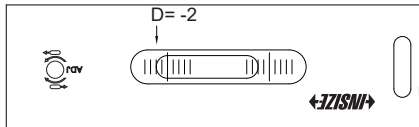

Abb.9
- Nachdem sich die Blase nicht mehr bewegt, lesen Sie D auf der Skala (Abb. 9).